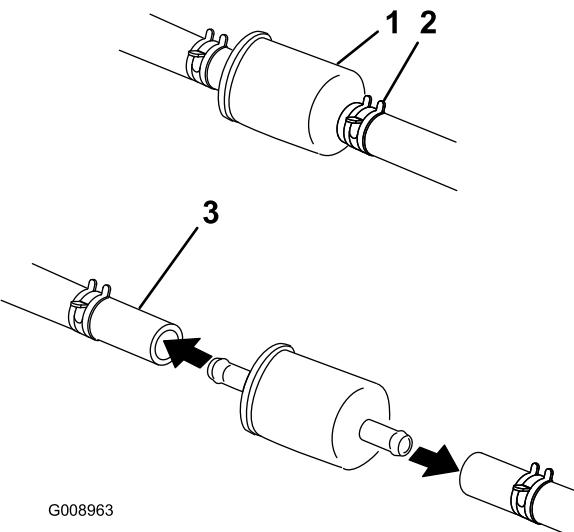

図 45
5. 運転席の下にある燃料バルブを閉じる(図 45)。
6. 古いフィルタのクランプをゆるめて脇に寄せる(図 45)。
8. 新しいフィルタをホースに取り付け、クランプで固定する(図 45)。